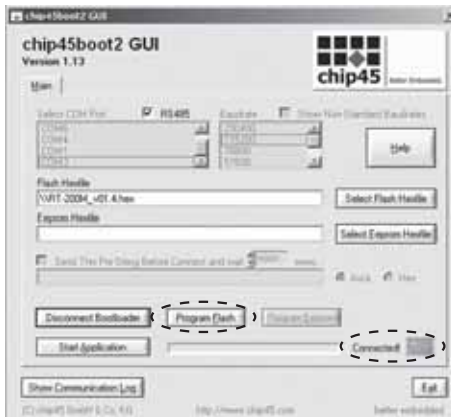

Рис. 28.
10. Проверить «соединение» программы с регулятором, сообщение – **«Connected»** + **«зеленый индикатор»**, Рис. 28;